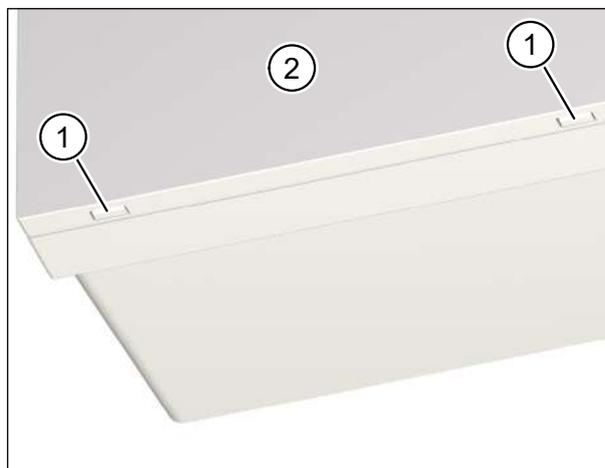

Fig. 5 : Démonter et nettoyer le couvercle de l'appareil d'aération
- ▶ Appuyez, en vous aidant des deux pouces, sur les deux crochets encliquetables (pos. 1 dans Fig. 5) sur la face inférieure de l'appareil d'aération. Le couvercle de l'appareil (pos. 2 dans Fig. 5) s'enlève.